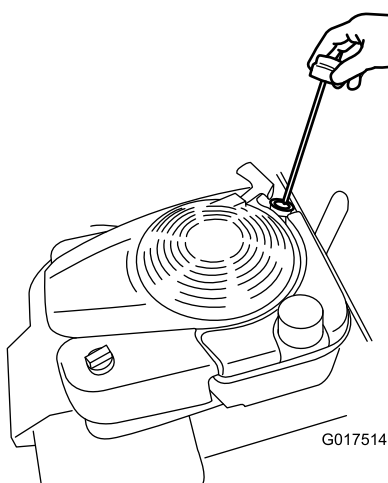

Figura 12
2. Togliete l'asta di livello (Figura 12).